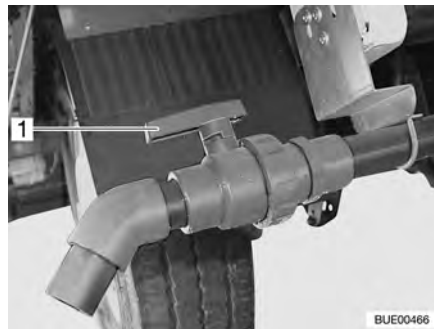

Fig. 178 Robinet de vidange
- Tourner la poignée (Fig. 178,1) du robinet de vidange dans le sens de l'écoulement.